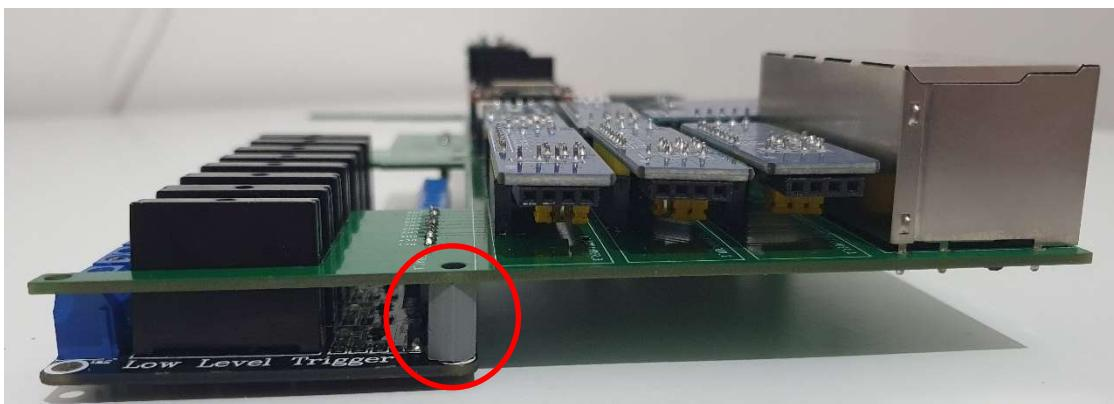

Figura 25 - Espaçador
1. Com o módulo de relés no sítio, basta colocar o espaçador entre o mesmo e a placa principal (Figura 25).